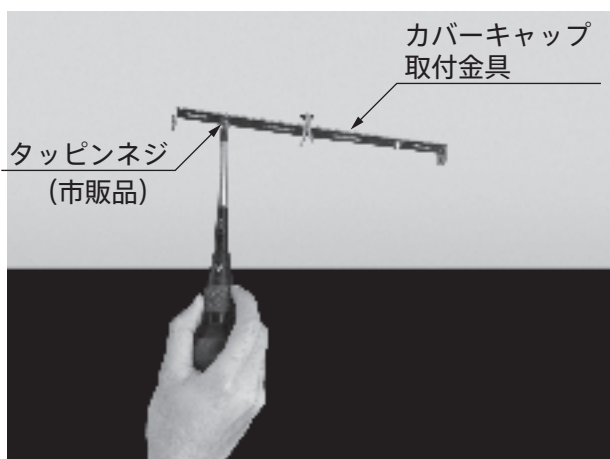

図 2
2. センターキャップ取付金具をタッピンネジ（市販品）にて天井の指定位置に固定します。（図 2）